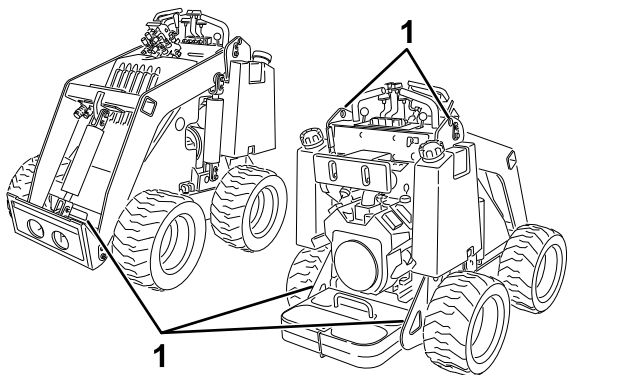

Bild 15
8. Befestigen Sie die Maschine mit den Metallbefestigungsschleifen und Riemen, Ketten, Kabel oder Seilen am Anhänger oder Pritschenwagen (**Bild 15**). Halten Sie die örtlichen Vorschriften für die Vergurtung ein.
Sie können die Maschine mit den Vergurtungsstellen bzw. Hebeschlaufen als Hebestellen anheben, wie in **Bild 15** abgebildet.